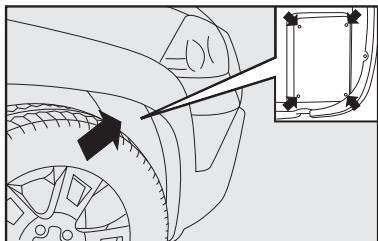

fig. 42
1) retirar a tampa de inspeção dos faróis de longo alcance, localizada no interior do vão da roda **fig. 42**, utilizando uma chave phillips nos parafusos indicados no detalhe **fig. 42**.